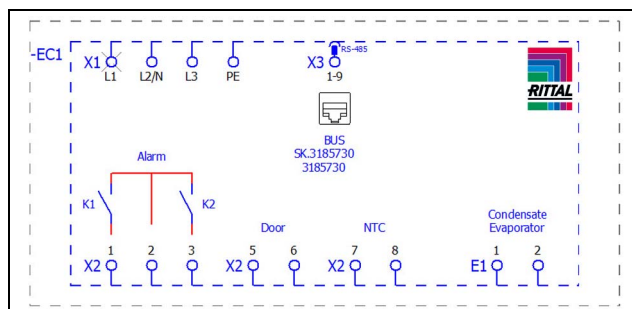

Fig. 11: Esquema de conexões 3485730
- Retire o conector de alimentação de tensão do pacote de acessórios e faça a ligação com a rede elétrica seguindo o esquema de conexões (fig. 11).